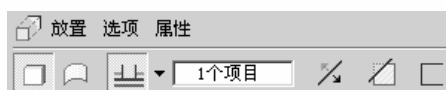
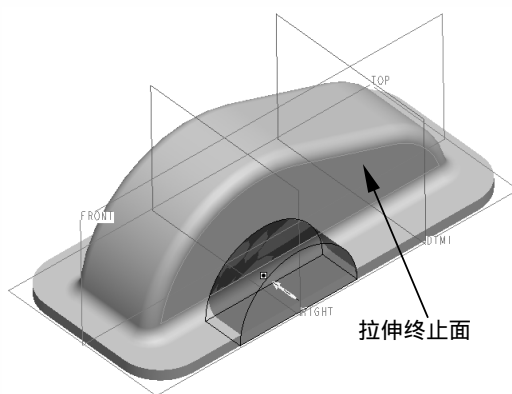
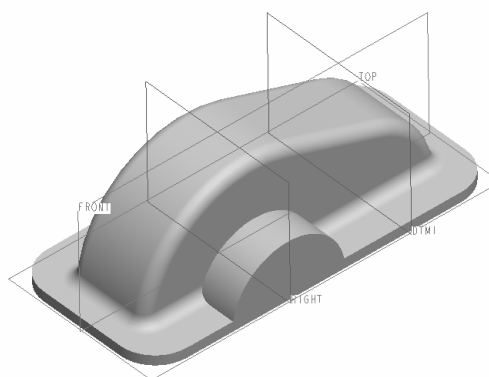

图 4.3.36 设置拉伸终止方式
图 4.3.37 选择拉伸终止面
图 4.3.38 查看拉伸效果
(3) 单击【草图工具】工具栏中的  按钮完成截面绘制，然后在如图 4.3.36 所示的操控板上单击  按钮，设置拉伸结束方式为【至指定的平面】，选取如图 4.3.37 所示的侧面作为拉伸终止面，单击  按钮，创建的轴承座孔基体效果如图 4.3.38 所示。